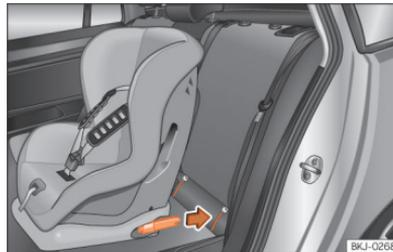

Abb. 39 Rücksitz: Einbau des Kindersitzes mit dem ISOFIX-System.
- Schieben Sie den Kindersitz auf die ISO-FIX/i-Size-Halteösen, bis er hörbar einrastet »» (Abb. 39). Wenn der Kindersitz über eine Top Tether-Verankerung verfügt, befestigen Sie ihn an der entsprechenden Öse »» S. 62. Befolgen Sie die Anweisungen des Kindersitzherstellers.